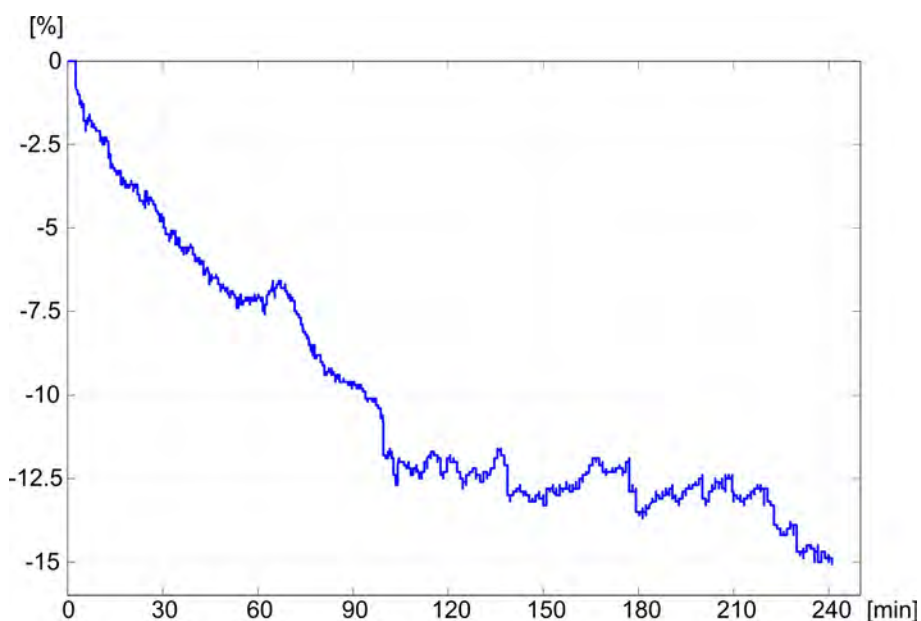

Fig. 11-21 Trend for relativ blodvolumen (i %) under behandling (tid i minutter)
(Valgfri) hæmatokrit-sensor (se afsnit 11.4 Hæmatokritsensor (HCT-sensor) (279)) giver relative blodvolumenværdier (delta blodvolumen i %) i tidsintervaller på 10 sekunder. bioLogic Fusion bruger disse værdier til at beregne hældningerne for de sidste 10 minutter af RBV-trenden (Fig. 11-21) for at overvåge udviklingen af RBV-faldet.